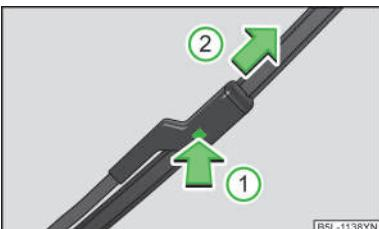

图 142
- 按压防松件① 图 142 将刮水片解锁，然后沿箭头方向② 拔出。